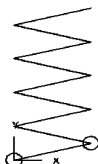
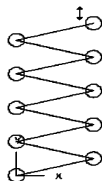

图 11-14 复制圆
图 11-15 复制其余的圆
(4) 单击“默认”选项卡“修改”面板中的“复制”按钮, 复制圆。结果如图 11-14 所示。重复上述步骤，结果如图 11-15 所示。